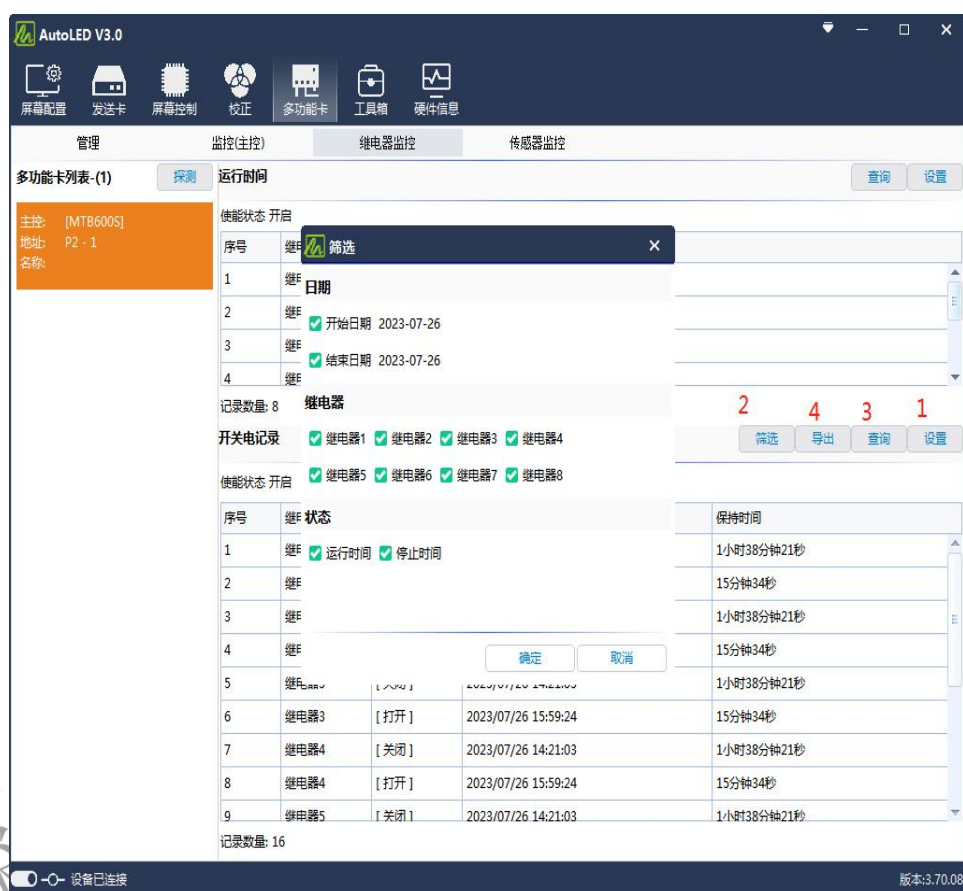

图 7-3-3 开关电记录图
(3) 开关电记录:
① 点击“开关电记录—设置”，勾选“启用”。
② 点击“开关电记录—筛选”，勾选要查询的起止日期、继电器以及状态，点击“确定”。
③ 点击“开关电记录—查询”，即可显示要查询的继电器开关记录。
④ 点击“开关电记录—导出”，即可导出记录到 Excel 表格。如图 7-3-3 所示。